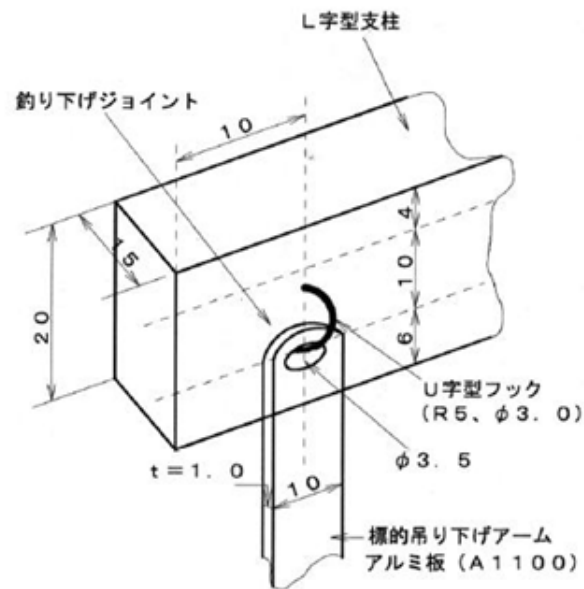

図 4 吊り下げジョイントの形状
- 4) i) の垂直標的と ii) の平行標的とも、標的中心の高さは床面から 200 mm とし、床面高さ 400 mm に設置された吊り下げジョイントで吊るされているものとする。吊り下げジョイントの構造を図 4 に示す。標的は、ABCDEF ともすべて 30 g 以下の質量とする。厚みはすべて 1 mm とする。